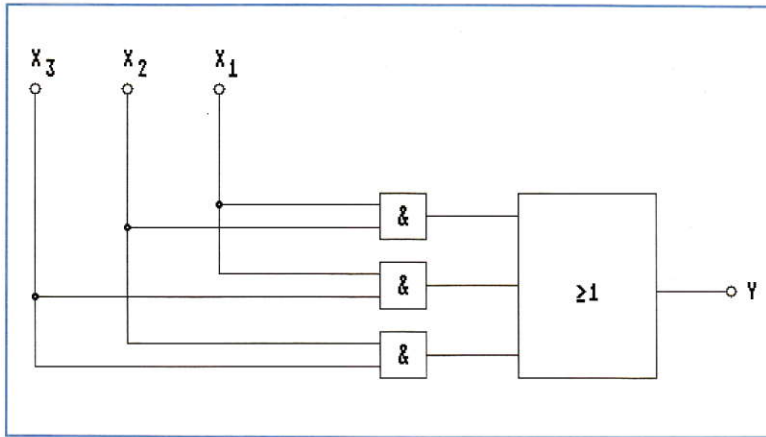

Bild 4: Blockbild darstellung von Glg.(11)
führt. Wir sehen, daß Glg.(11) gegenüber Glg.(2) deutlich vereinfacht ist, was sich auch im Blockschaltbild (siehe Bild 4) durch einen reduzierten Schaltungsaufwand bemerkbar macht.